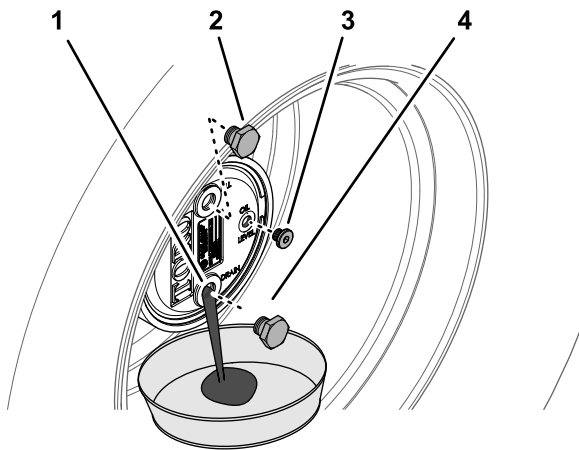

図 102
2. 補給プラグが時計の 12 時を指し、点検プラグが 3 時の位置を指すようにマシンを駐車する 図 102。
3. プラネタリハブの下にオイル回収容器を置き、6 時の位置にあるドレンプラグを外してオイルを抜く 図 102。
5. プラネタリハウジングのドレン穴にプラグを取り付ける 図 102。